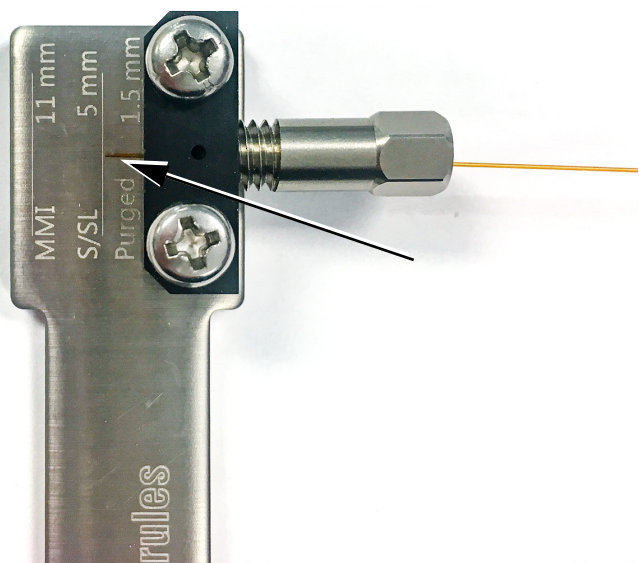

Figura 15. Alinhe a coluna (split/splitless indicada)
- 5 Ajuste a posição da coluna na ferramenta até que a extremidade da coluna esteja alinhada com a dimensão correta para o injetor. Consulte **Figura 15**.